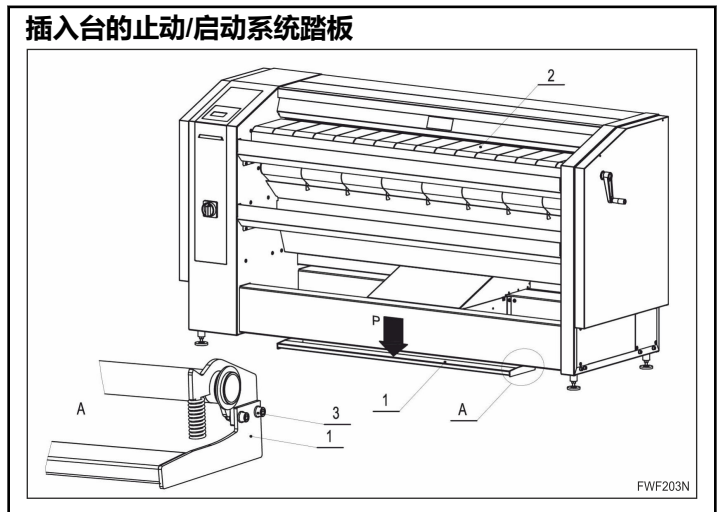

图 22
- 插入台的止动/启动系统踏板，图 22，是一种设计用于中断或重新启动插入台输送皮带运行的机制。踏板处于机器前方的下部位置，位于前端支架的底部。